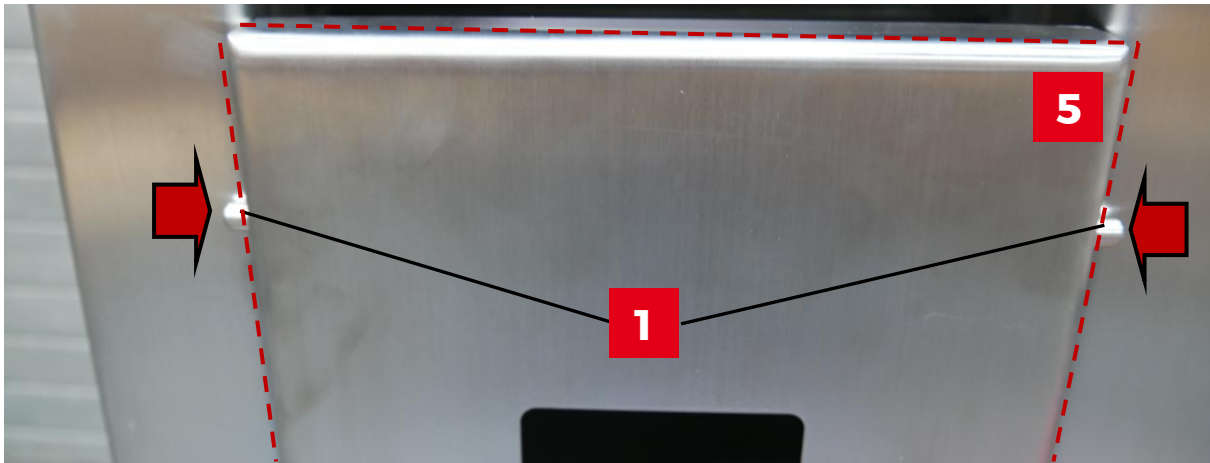

Abbildung 46: Frontklappe verriegeln, Schnappriegel oben
1. Frontklappe [5] nach oben klappen, bis die Rastnasen [1] der Rastbolzen [2] an der Frontblende anstehen (Abb. 46).